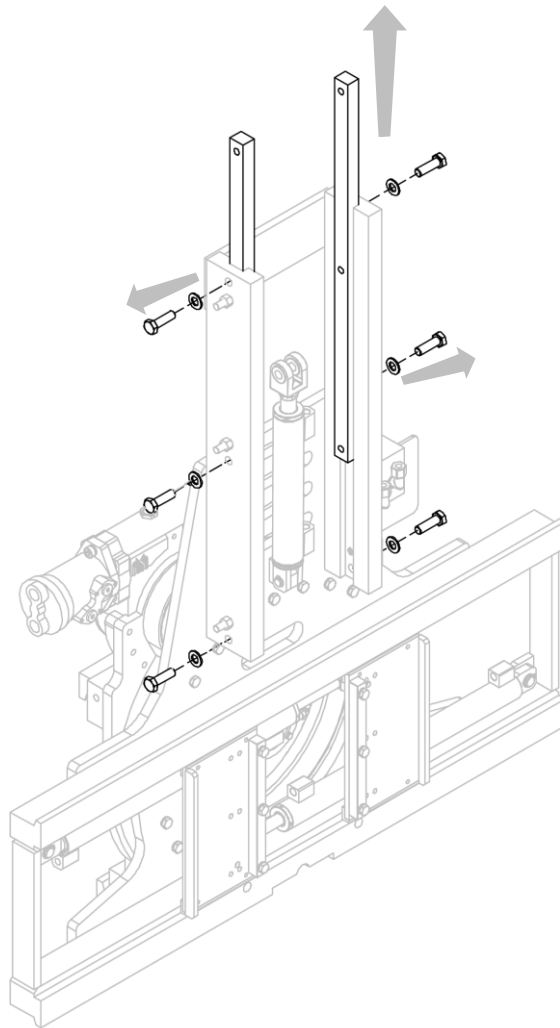

Figura 31
3. Rimuovere le bronzine di scorrimento dopo aver allentato i grani e aver svitato le relative viti che le bloccano (vedi *Figura 31*).